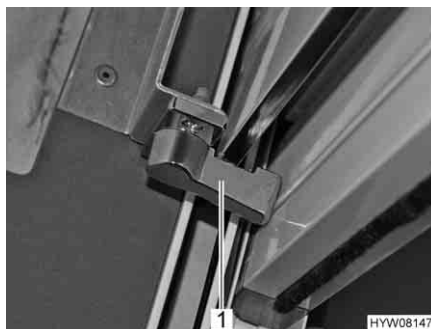

Fig. 43 Chiusura di sicurezza oscurante a rullo
- Sui entrambi i lati, ruotare spingendo in avanti la chiusura di sicurezza (Fig. 43,1).
- Sui entrambi i lati, ruotare spingendo indietro (Fig. 43) la chiusura di sicurezza (Fig. 43,1).